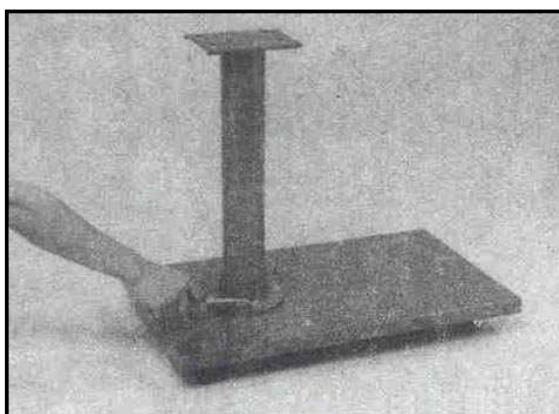

Figura 9– Montaggio della base di supporto.
Installate il piedistallo (A) sulla base di supporto (con la parte circolare sotto), stringendo le quattro viti nelle sedi tramite una chiave per dadi esagonali di 13 mm (Figura 9).